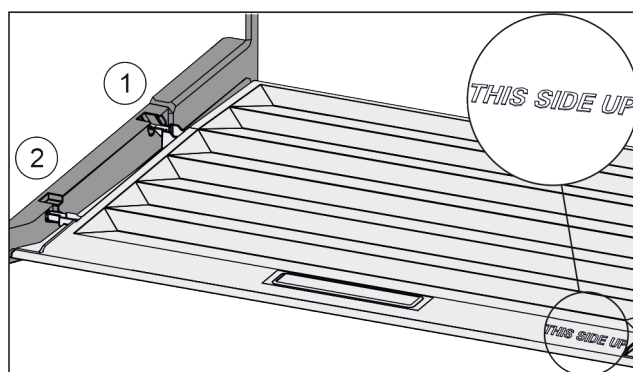

Fig. 69
- ▶ Sätt in lockbygeln över öppningen för den bakre hållaren Fig. 69 (1) och fäst den framtill i hållaren Fig. 69 (2).